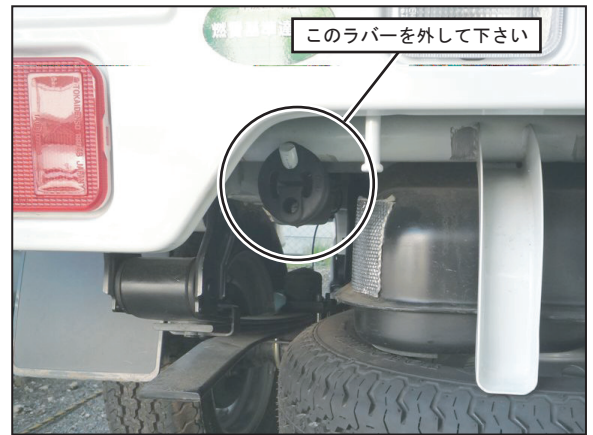

FIG. 4
8. 車両の一番後方のハンガーから純正サイレンサーを取り付けていたラバーを取り外して下さい。(FIG. 4参照)